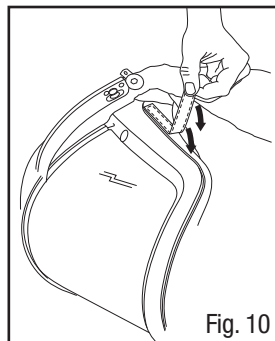

Fig. 10
11. Una el sujetador de velcro autoadhesivo para el casco, tal como se muestra en el casco M-307. (Vea la Fig. 10). **NOTA:** Si usa la cubierta M-975N con el casco M-407, el sujetador de velcro debe conectarse a la parte de la mandíbula del casco.